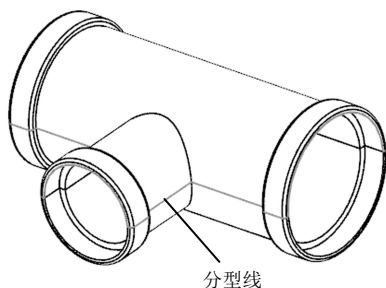

图 6-12 创建区域分型线
(20) 再在【检查区域】对话框中单击“☒ 型芯区域”复选框，勾选“☒ 未知的面”复选框；单击“确定”按钮，浅灰色的面切换为蓝色（此时只有棕色和蓝色两种颜色）。
(21) 选取“菜单 | 格式 | 图层设置”命令，设定第 2 层为工作图层。
(22) 单击“定义区域”按钮，在【定义区域】对话框中勾选“☒ 创建区域”、“☒ 创建分型线”复选框，
(23) 单击“确定”按钮，创建区域与分型线，分型线呈浅白色，如图 6-12 所示。